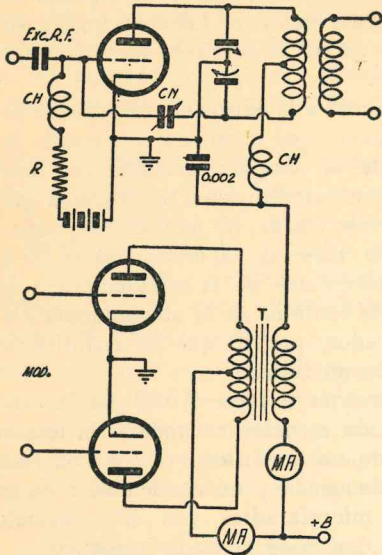

FIG. 81.
*Acoplo por transformador.*—El más difundido es el empleo de un transformador con dos lámparas en oposición de fase o *push pull*, que pueden funcionar según su polarización en clase A, AB o B (fig. 81).